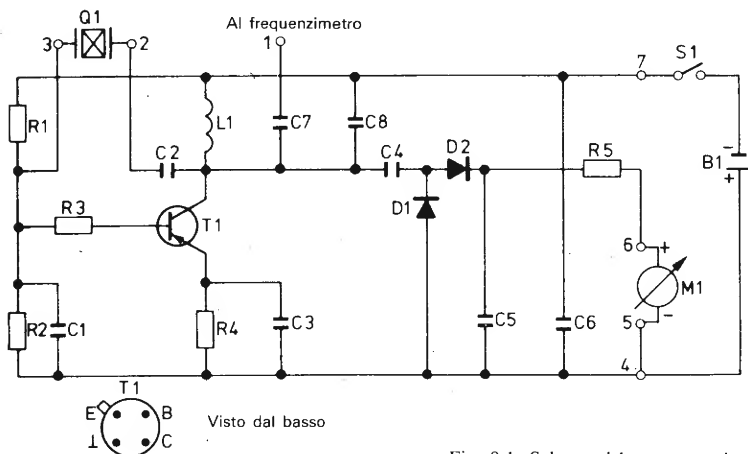

Fig. 9.1. Schema del provaquarzi.
**Elenco dei componenti di Fig. 9.1:**
In Fig. 9.1. Il transistore T1 lavora nella configurazione ad emettitore comune; vi è una retroazione tra il collettore e la base attraverso C2 e il quarzo Q1, che determina la frequenza di oscillazione. R1 ed R2 polarizzano la base. C7 preleva una parte della tensione a radiofrequenza prodotta, che è applicata al capicorda 1, dove può venir misurata con un frequenzimetro. Per misurare l'ampiezza della tensione oscillante prodotta, mediante la quale si può giudicare la qualità del quarzo, è stato previsto un raddrizzatore, con relativo microamperometro.